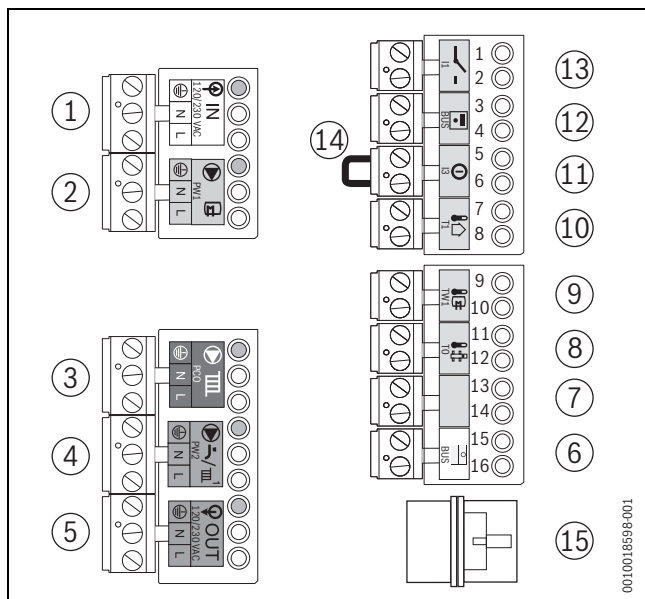

Bild 50 Klemmleiste
- Regler auf Anschlussklemme Φ **BUS** ($\rightarrow$ Bild 50, [6], Seite 30) anschließen. Hierzu ein 2-adriges Stromkabel von 0,4 bis 0,75 mm² verwenden.
- Brücke (→ Bild 50, [14], Seite 30) auf Anschlussklemme ① entfernen.
- Außentemperaturfühler an Anschlussklemme **T1** (→ Bild 50, [10], Seite 30) anschließen.
- Speichertemperaturfühler an Anschlussklemme **TW1** (→ Bild 50, [9], Seite 30) anschließen.
- Heizungspumpe an die grüne Anschlussklemme **PCO** (→ Bild 50, [3], Seite 30) anschließen.
- Zirkulationspumpe an die lila Anschlussklemme **PW2** (→ Bild 50, [4], Seite 30) anschließen.
- Speicherladepumpe an die graue Anschlussklemme **PW1** (→ Bild 50, [2], Seite 30) anschließen.
- Externes 3-Wege-Ventil an die graue Anschlussklemme **PW1** (→ Bild 50, [2], Seite 30) anschließen.